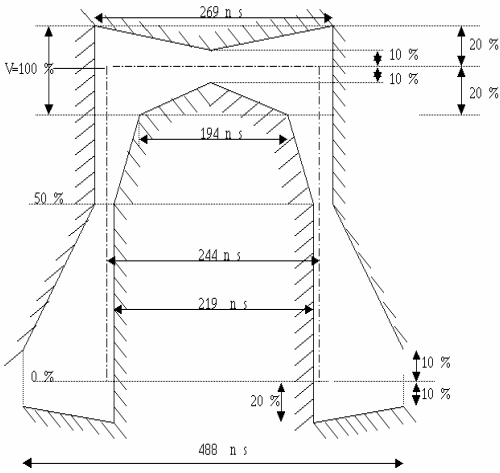

图 7.1 E1 线路码波型样板
- 数字接口电气特性: 符合 ITU—TG. 703 建议, 脉冲波形符合样板如图 7.1 所示;